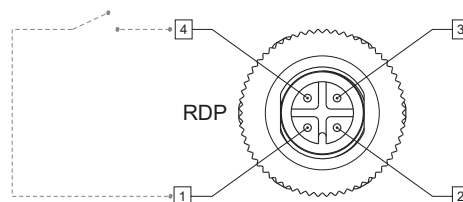

Figure 20: Connecteur mâle M12
- Connexions de pont 1&4 sur le connecteur mâle M12 fourni (figure 20 Connecteur mâle M12)